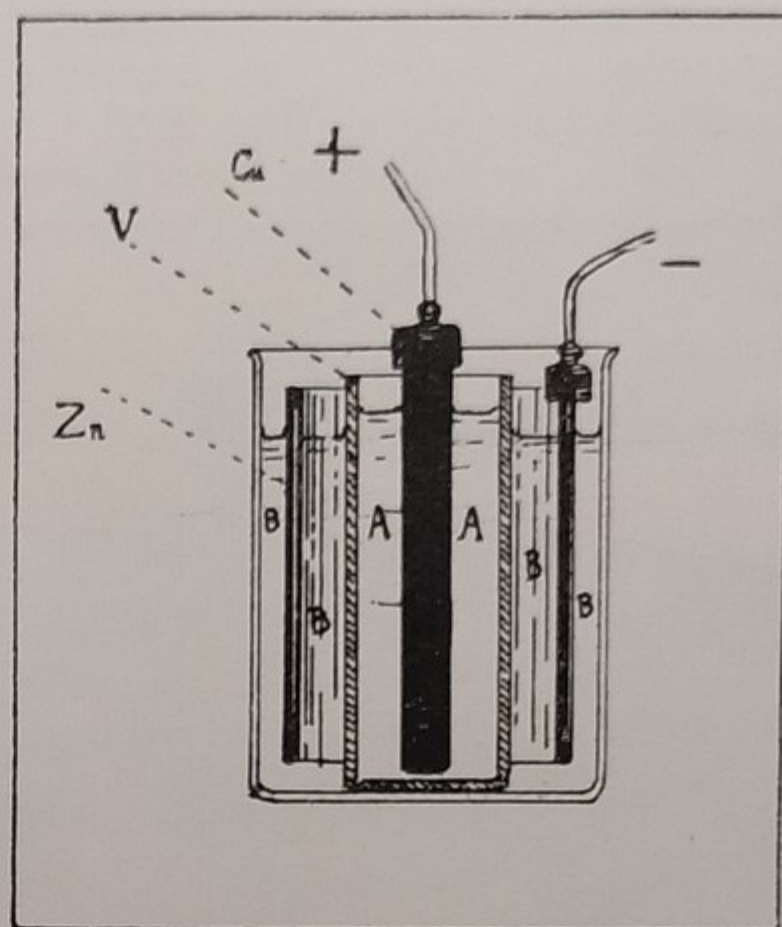

Fig. 220. — Pila di DANIELL.
a) la *Pila di Daniell*. È una pila di Volta in cui l'anodo si trova immerso in una soluzione di solfato di rame contenuta in un vaso poroso immerso a sua volta nell'acido solforico (fig. 220). L'idrogeno che si sviluppa sul polo positivo viene sciolto dal solfato di rame che deposita *altro rame* sul polo positivo di *rame*. Il polo positivo continua dunque nella sua funzione senza alterarsi, e cresce anzi di spessore. La f. e. m. di una pila di Daniell è di circa 1,08 volta.